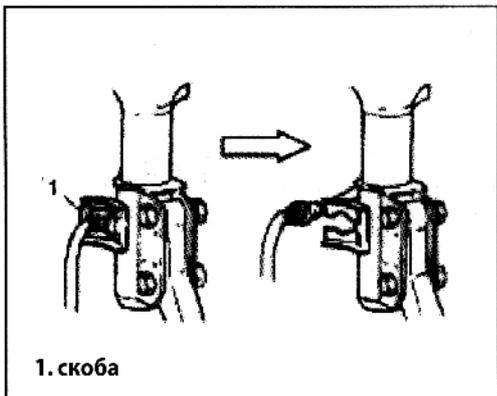

Рис. 642
- 2) Снимите скобу (Рис. 642).